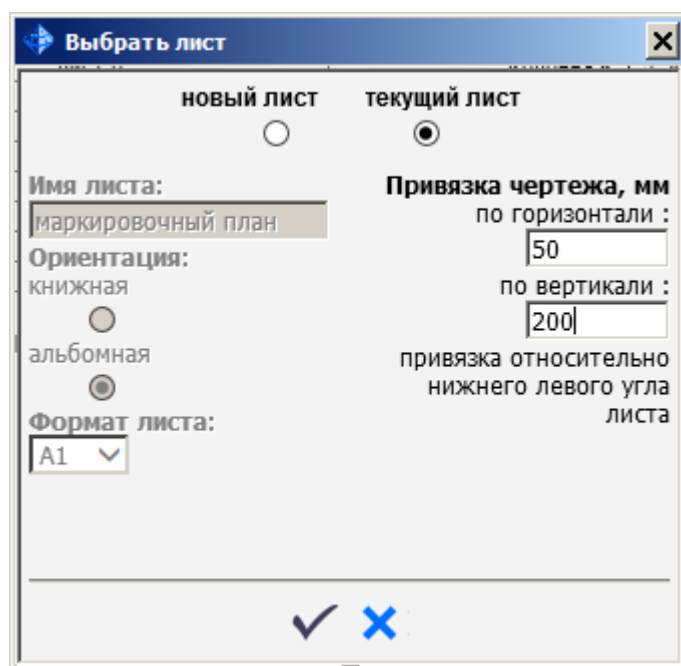

Рис.7.15. Диалоговое окно **Выбрать лист**
- вызовите диалоговое окно **Выбрать лист** (рис.7.15) щелчком по кнопке  **Поместить на лист**;